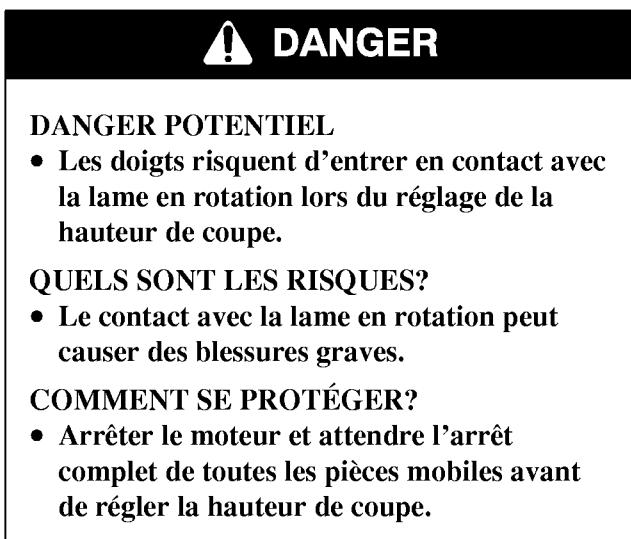

**Figure 16**
2. Pour débrayer le système d'autopropulsion, relâcher la barre de commande (Fig. 16).